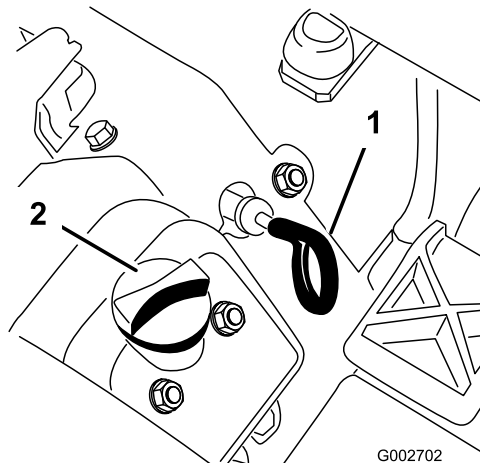

図 14
3. ディップスティック (図 14) を抜き取り、ウェスできれいに拭う。